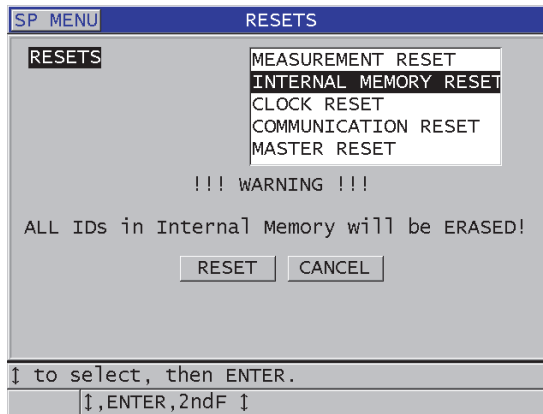

Figura 11-22 Mensaje de advertencia al reinicializar las mediciones
3. En la pantalla **REINICIOS** (RESETS) [ver Figura 11-22 en la página 225]: